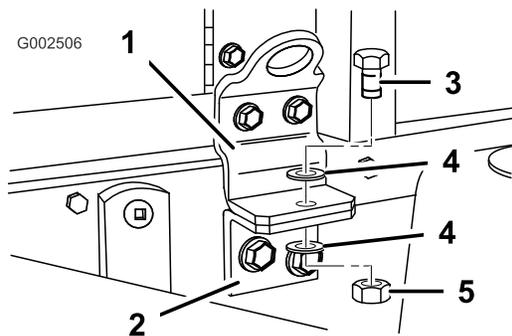

Bild 24
15. Befestigen Sie das Behältergestell mit einer Schraube ((1/2 x 1-1/2 Zoll)), zwei Scheiben ((1/2 Zoll)), und einer Sicherungsmutter ((1/2 Zoll)) am Rahmen, siehe Bild 24.